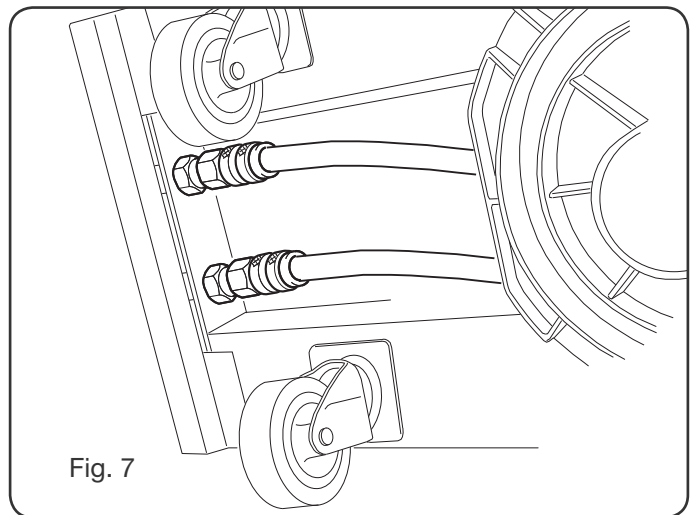

Fig. 7
- Os tubos do líquido refrigerante devem ser ligados nas tomadas rápidas situadas debaixo do fundo do carro de tração do fio (ver Fig. 7), respeitando as cores mostradas na parte dianteira do carro.